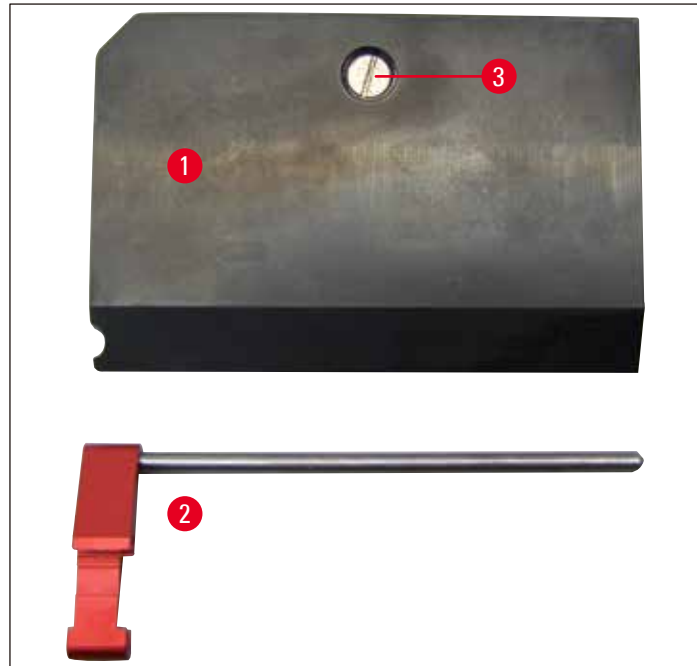

图 34
- 压板套件 (→ 图 34) 压板 (→ 图 34-1) 插件 (→ 图 34-2)